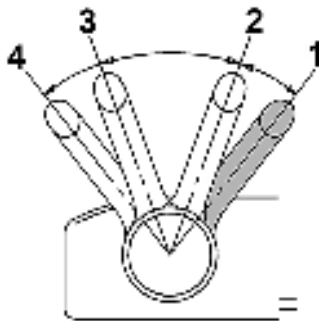

Рис. 11 Запуск двигателя
Перед запуском двигателя, несколько раз задействуйте рычаг 1 остановки двигателя (Рис. 11). Убедитесь, что трос остановки двигателя движется свободно, и что рычаг остановки двигателя работает должным образом.
1. Установите рычаг газа в положение «1» (Рис. 11).